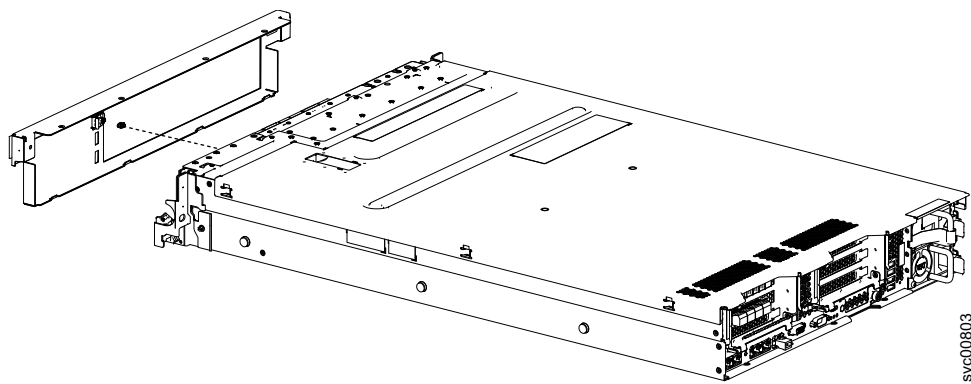

Figura 67. Conectando o cabo do LED ao PCB do LED na parte de trás do conjunto de painel
1. Conecte o cabo do LED ao PCB do LED na parte de trás do conjunto de painel, como mostrado na Figura 67.